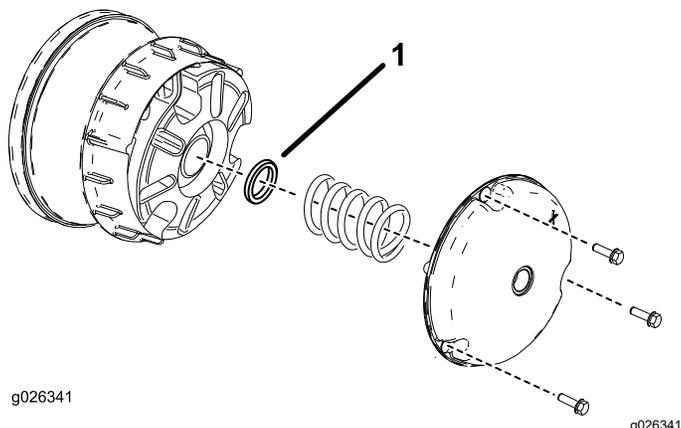

Рисунок 59
2. Отверните болты крепления крышки первичной муфты сцепления, как показано на Рисунок 59.